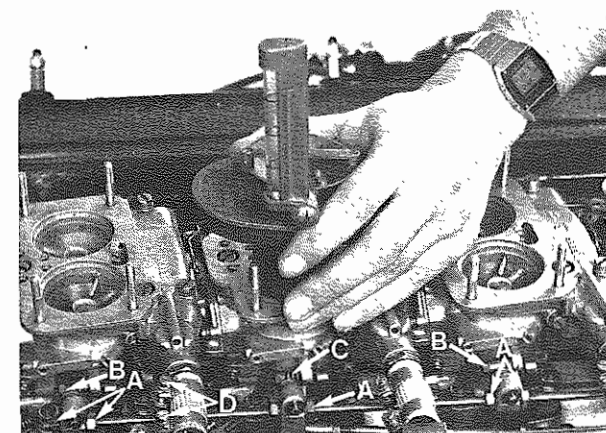

Fig. 18 - A - Dadi regolazione tirante comando farfalla
- 3) Equilibrare la depressione fra i quattro carburatori agendo sui dadi di regolazione tirante A (**Fig. 18**). Il Syncro-test deve dare la stessa indicazione su ogni carburatore. Mantenere il regime del motore a circa 800 giri/minuto agendo sulla vite C (**Fig. 18**).
- 3) Balance the vacuum between the four carburetors acting on rod A adjusting nuts (**Fig. 18**). The synchro-test has to give the same indication on each carburettor. Keep the engine running at about 800 rpm acting on screw C (**Fig. 18**).
- 4) Operando con una sola serie di vacuometri equilibrare la depressione fra i 4 carburatori agendo sui dadi A (**Fig. 18**). Mantenere il motore al regime di 800 giri/minuto tramite la vite C (**Fig. 18**).
- 4) Using one series of vacuo-meters balance the vacuum between the 4 carburetors acting on nuts A (**Fig. 18**). Keep the engine running at 800 rpm acting on screw C (**Fig. 18**).
- Staccare il tubo di mandata carburante D e tapparlo (**Fig. 18**).
- Disconnect fuel supply pipe D and plug it (**Fig. 18**).